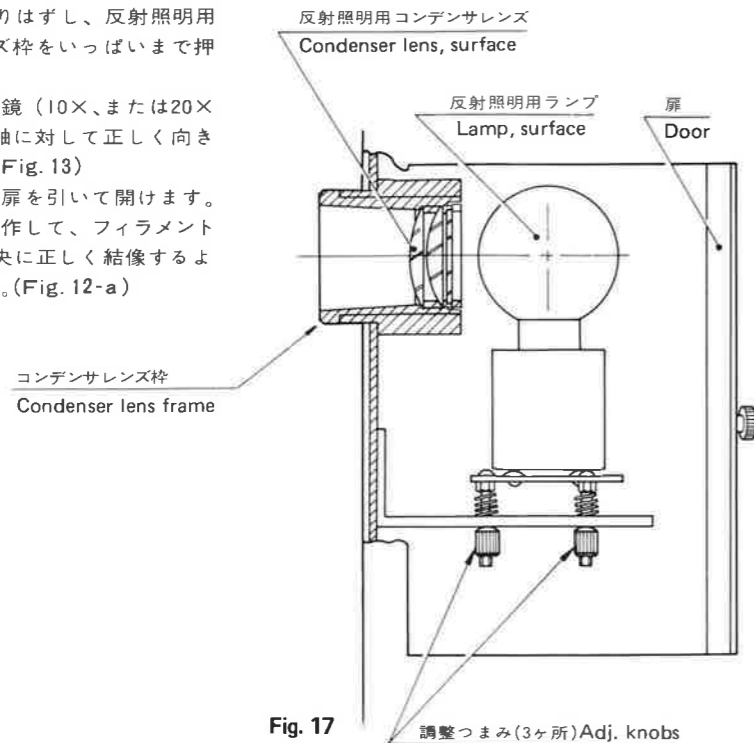

Fig. 17
2) 反射照明用ランプのフィラメント調整(Fig. 17)
- ① 投影レンズは取りはずし、反射照明用コンデンサレンズ枠をいっぱいまで押しこみます。
2) Adjustment of filament of surface illuminator (Fig. 17)
- ① Remove the projection lens, and turn in clockwise the condenser lens frame of the surface illuminator to the extreme.